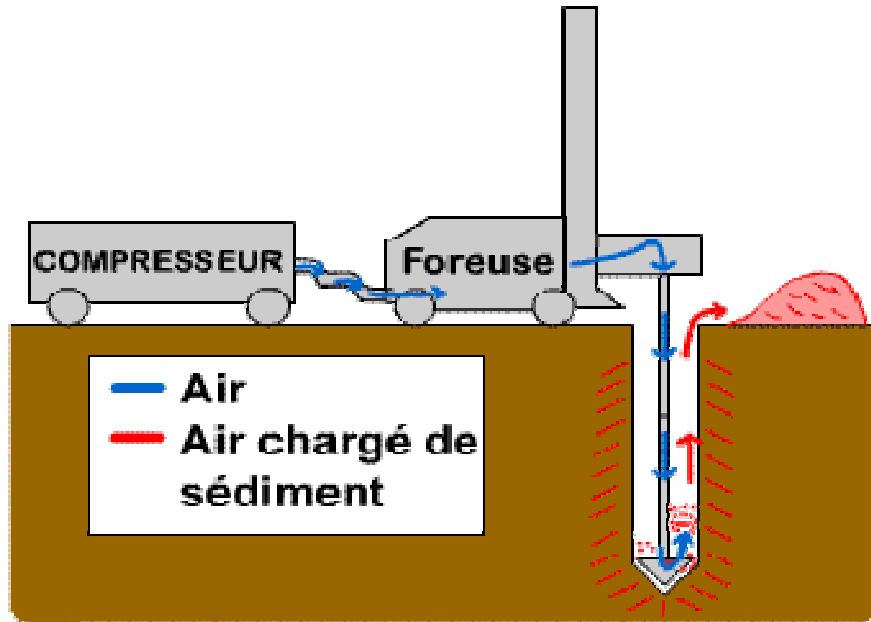

Figure 7: la remontée des cuttings par l'air comprimé
- Les fluides à base d'air : utilisés pour la foration des terrains compacts, semi consolidés (Fig.7)